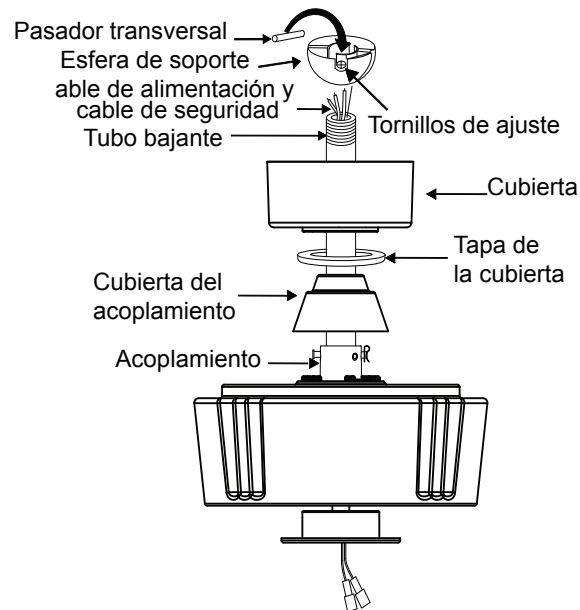

Fig. 10
**Paso 8.** Desliza la cubierta del acoplamiento, la tapa de la cubierta y la cubierta misma por el tubo bajante. (Fig. 10)